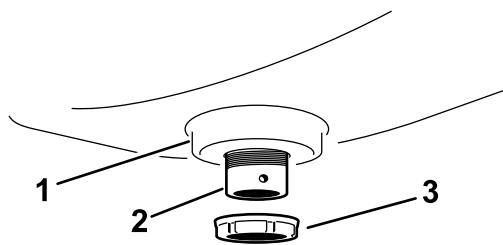

Bild 8
2. Befestigen Sie das Schott-Anschlussstück mit einer Bundmutter aus Kunststoff am Spülbehälter (Bild 8).